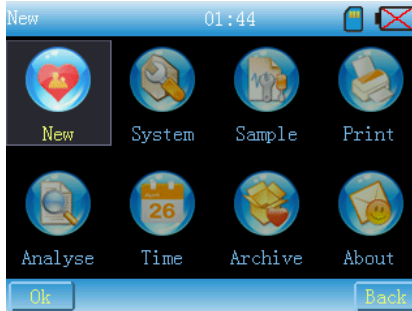

Fig. 7-5
3. **Menu** Premere questa icona o utilizzare il tasto [Menu] per accedere al menu principale, come mostrato in Fig.7-5.